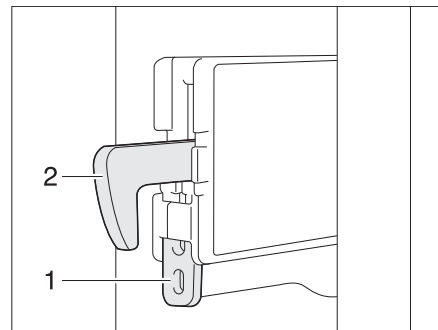

Fig. 274 Fixation crochet de verrouillage
- Pousser la fixation (Fig. 274,1) vers le haut. Le crochet de verrouillage (Fig. 274,2) est pressé vers le haut, il est mis hors fonction.
- Appuyer vers le bas sur le crochet de verrouillage (Fig. 274,2). Le crochet de verrouillage est de nouveau en fonction.